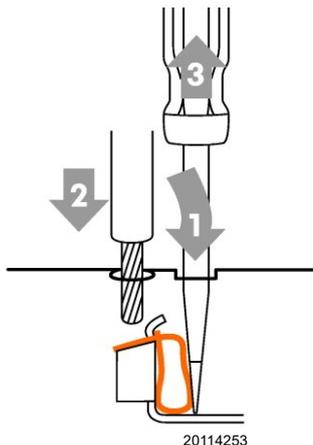

Abb. 31
- Führen Sie das vorher von der Isolierung befreite Kabel ein und ziehen Sie den Schraubenzieher heraus. Vergewissern Sie sich, dass das Kabel richtig befestigt ist Abb. 31.